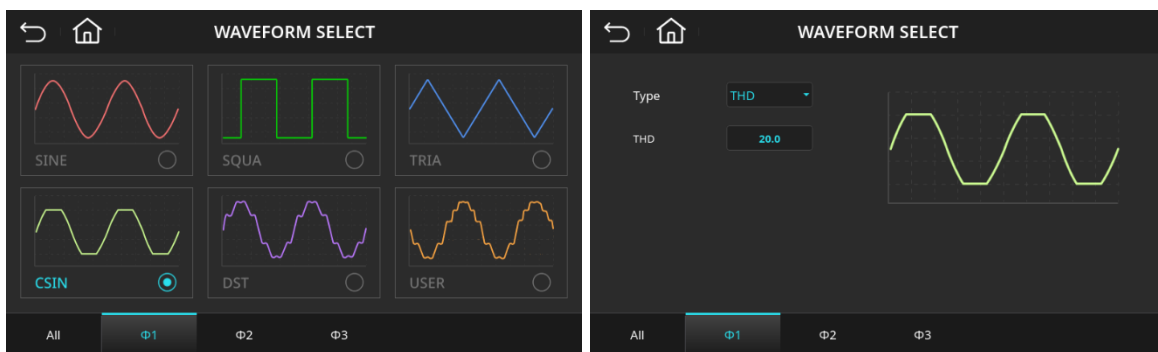

图 4-51 输出波形选择页面 (第一相输出波形($\Phi 1$)为削正弦波(CSIN), THD=20%)
6. 回到输出波形选择页面 (WAVEFORM SELECT) 中, 如图 4-51 所示, 第一相输出波形($\Phi 1$)已变更为削正弦波(CSIN), THD=20%。